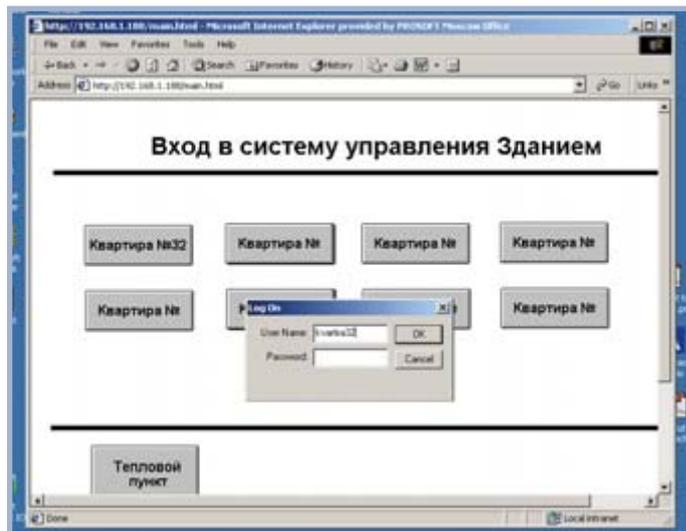

Рис. 11. Просмотр экранных форм AStudio с помощью Internet Explorer
2. Ввести следующий URL: `http://x.x.x.x/uuuu.html`, где `xxxx` — IP-адрес компьютера, выполняющего проект AStudio, `uuuu` — имя графического экрана проекта, с которым нужно работать (рис. 11). При первом соединении с проектом система автоматически установит и зарегистрирует файл `ISSymbol.ocx`.